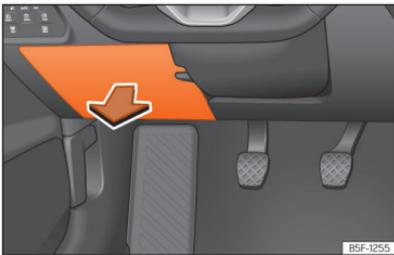

Abb. 216 Auf der Fahrerseite in der Instrumententafel: Abdeckung des Sicherungskastens.
- **Öffnen:** Abdeckung nach unten aufklappen »» (Abb. 216).